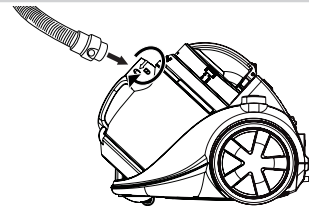

Abbildung 2
1. Drehen Sie das Anschlussstück des Schlauches im Schlauchanschluss nach rechts auf dem Motorgehäuse. Wenn Sie den Schlauch entfernen wollen ziehen Sie das Anschlussstück heraus, siehe Abbildung 2.